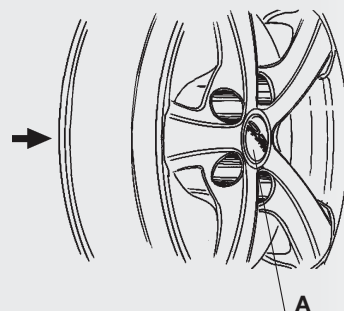

fig. 7 - Démontage de l'enjoliveur
Certaines jantes OZ prévoient l'utilisation d'un enjoliveur (A) positionné au centre de la jante, réalisé dans des couleurs particulières afin de compléter l'esthétique du modèle. Pour un montage correct de l'enjoliveur, le positionner dans son logement au centre de la jante, puis appuyer sur l'enjoliveur jusqu'au déclic qui en détermine la fixation. S'il s'avère nécessaire de remplacer l'enjoliveur, il faut d'abord démonter la roue de la voiture, et le pousser hors de son logement en agissant dans le sens indiqué par la flèche (fig. 7). Il est absolument interdit de chercher à extraire l'enjoliveur de son logement sur la jante en faisant levier avec des outils car cela endommagerait irrémédiablement la jante.